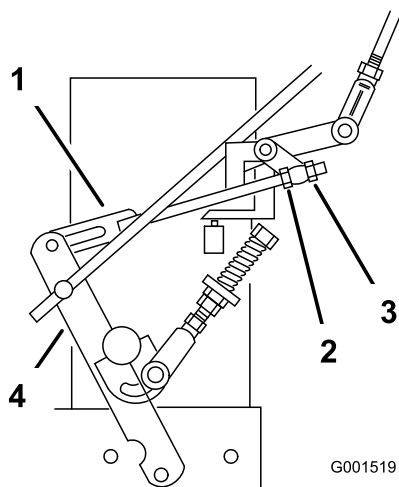

Figura 37
8. Afloje la tuerca de ajuste delantera del acoplamiento izquierdo del control hidrostático, según se muestra en Figura 37.
9. Gire la tuerca de ajuste izquierda trasera en el sentido contrario a las agujas del reloj hasta que la rueda gire hacia adelante (Figura 37).
la palanca de control de la velocidad hacia adelante y hacia atrás a punto muerto. Repita esto hasta que la rueda izquierda deje de girar hacia adelante (Figura 37).